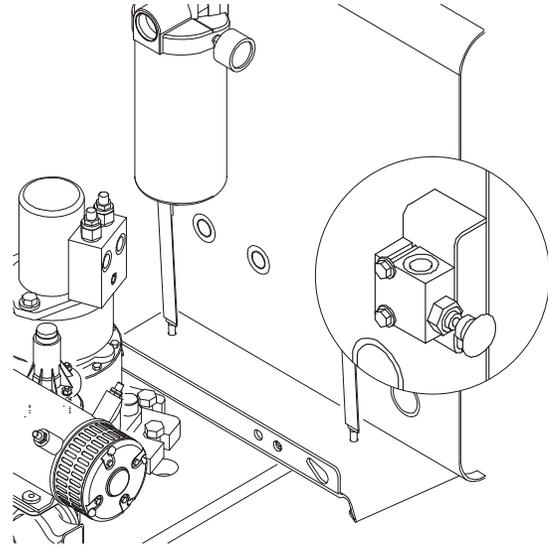

Figura 4-8. Válvula de nivelamento
3. Puxar e manter o botão vermelho localizado junto à válvula de controlo principal. Consultar Figura 4-8.